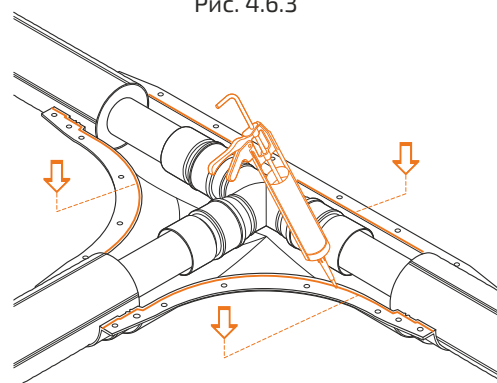

Рис. 4.6.4
4. Нанести герметик на нижнюю половину защитного кожуха по линии последующего соединения с верхней половиной (рис. 4.6.4).